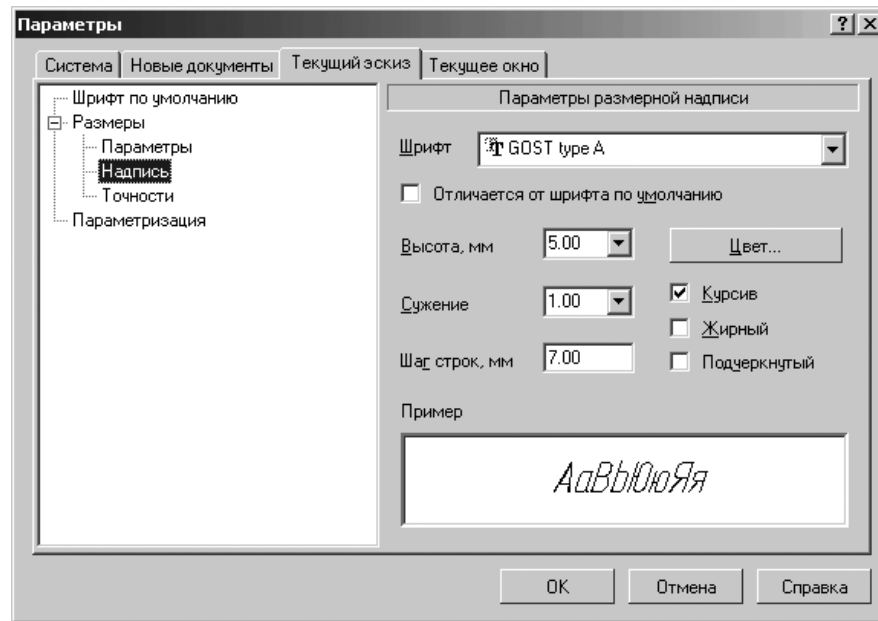

Рис. 2.150. Диалоговое окно **Параметры** с открытой вкладкой **Текущий эскиз** и панелью **Параметры отрисовки размеров**
- щелкните по пункту **Размеры**, а затем по пункту **Надпись**. В правой части появится панель **Параметры размерной надписи**, показанная на рис. 2.150.